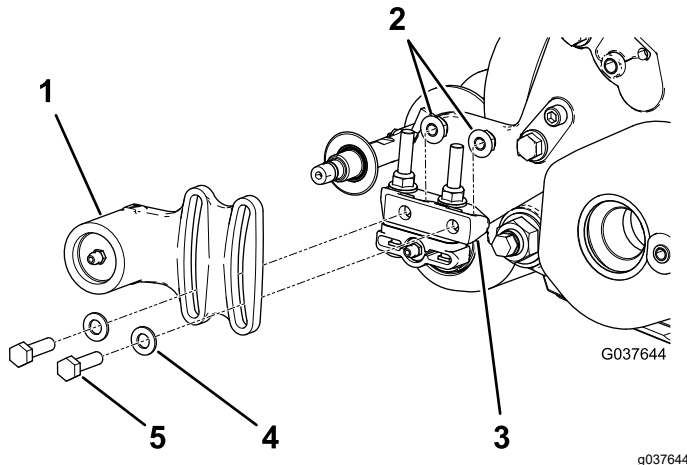
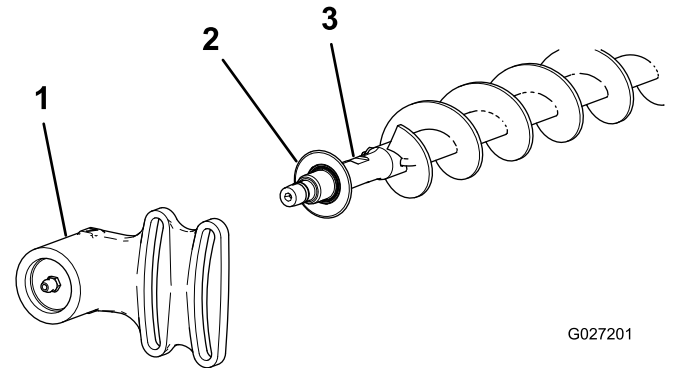

图 20
图 21
1. 如果滚刀组上安装有一个滚筒刷应拆下将非传动轴承座固定到轴承座安装支架图 20和图 21上的 2 个螺栓、垫圈和螺母。
2. 滑动非传动轴承座和防尘圈从刷轴上取下来图 21。
- 把防尘圈和非传动轴承座安装到刷轴上 图 21。